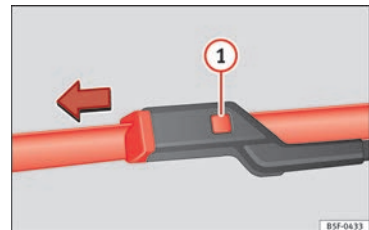

Bild 72 Byta torkarblad på vindrutetorkarna
- Tryck ner låsfliken ① » **bild 72**.